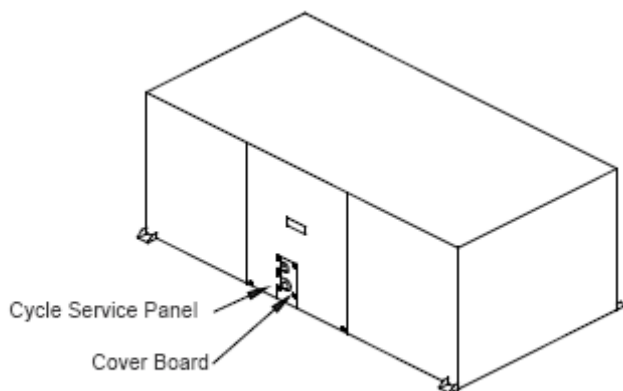

Fig.8-3
4) Откачать воздух вакуумным насосом (см. рис.8-3) (Пожалуйста, обратитесь к Руководству по эксплуатации многоступенчатого клапана).
Откачать воздух вакуумным насосом (см. рис.8-3)